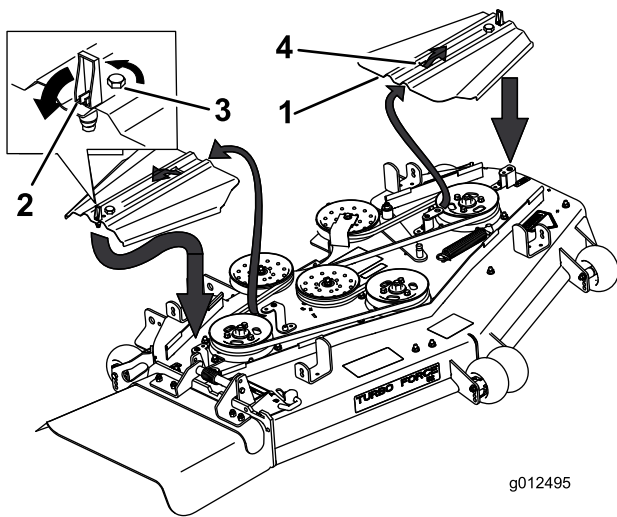

Bild 70
11. Setzen Sie die Riemenführungen ein, indem Sie die Abdeckung in die Lasche schieben, ziehen Sie die Schrauben an und schließen Sie die Riegel (**Bild 70**).